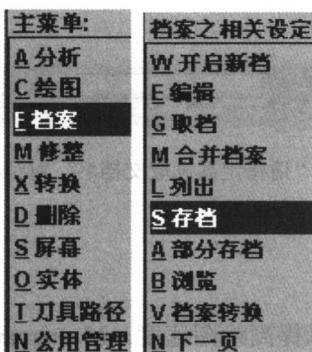
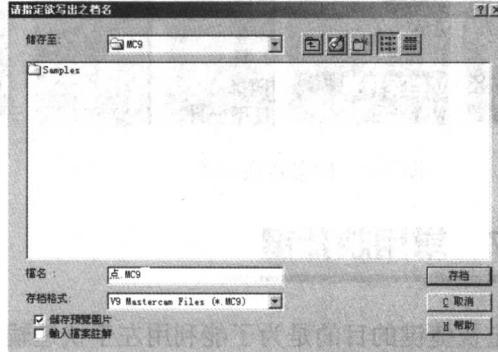

图 1-5 档案存储菜单
图 1-6 档案存储对话框
- ① 单击 **主菜单** → **档案** → **存档** 命令，过程如图 1-5 所示，出现如图 1-6 所示对话框。
- ② 输入档案名称，如：“点”，存档格式选择为 *.MC9，回车，档案已存储。
- ③ 也可用快捷键“Alt + A”，连续按两次回车，可快速自动存储文件。
- ① 单击 **主菜单** → **档案** → **取档** 命令，过程参考图 1-5，出现如图 1-7 所示的对话框。
- ② 选定档案名称，如“点.MC9”，回车，可将档案开启。